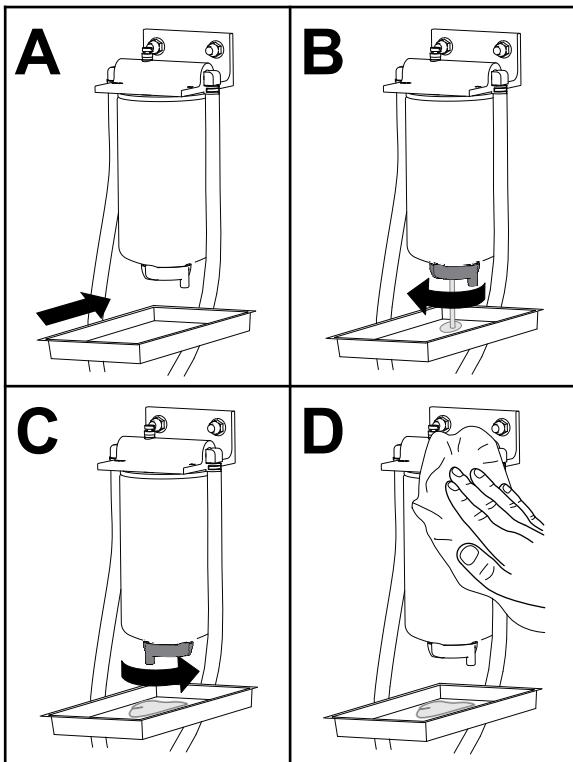

Bild 66
1. Lassen Sie das Wasser aus dem Kraftstofffilter bzw. Wasserabscheider ab, wie in Bild 66 dargestellt.